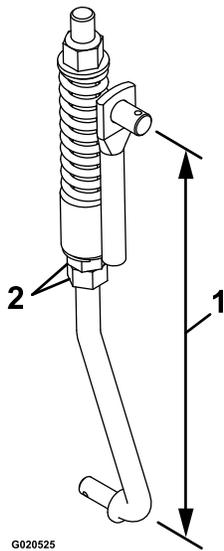

Bild 58
8. Stellen Sie die Gestängelänge mit den zwei Mutttern an der Unterseite der vertikalen Feder ein (Bild 58).